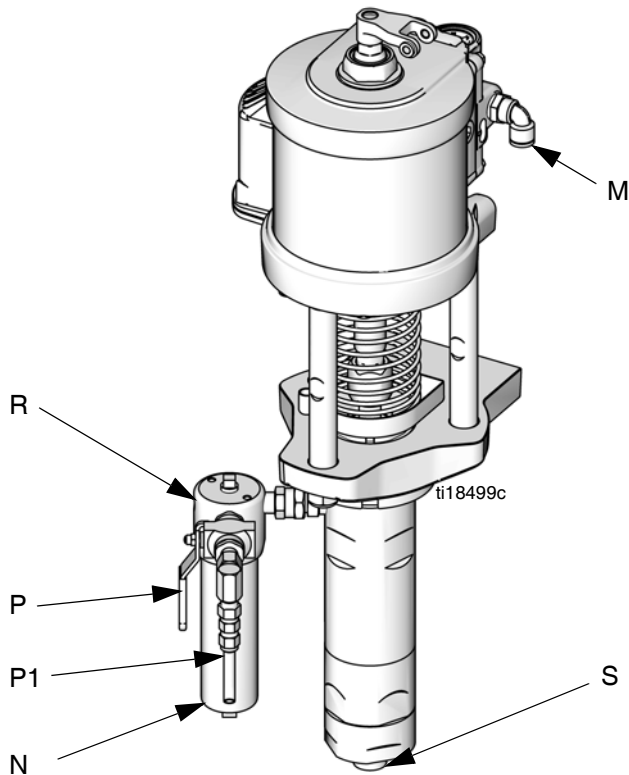

Rys. 7: Elementy panelu sterowania powietrzem
1. Sprawdzić, czy przewód doprowadzający powietrze z wylotu powietrza 1 (AC) znajdującego się na panelu sterowania jest połączony z wlotem powietrza (M) znajdującym się na silniku pneumatycznym. Zob. Rys. 2 na stronie 13 i Rys. 7.
2. Połączyć przewód powietrza AAC związku węży pistoletu z wylotem powietrza 3 (AM) znajdującym się na panelu sterowania powietrzem. Patrz instrukcja obsługi pistoletu w celu zidentyfikowania przewodu powietrznego AAC.